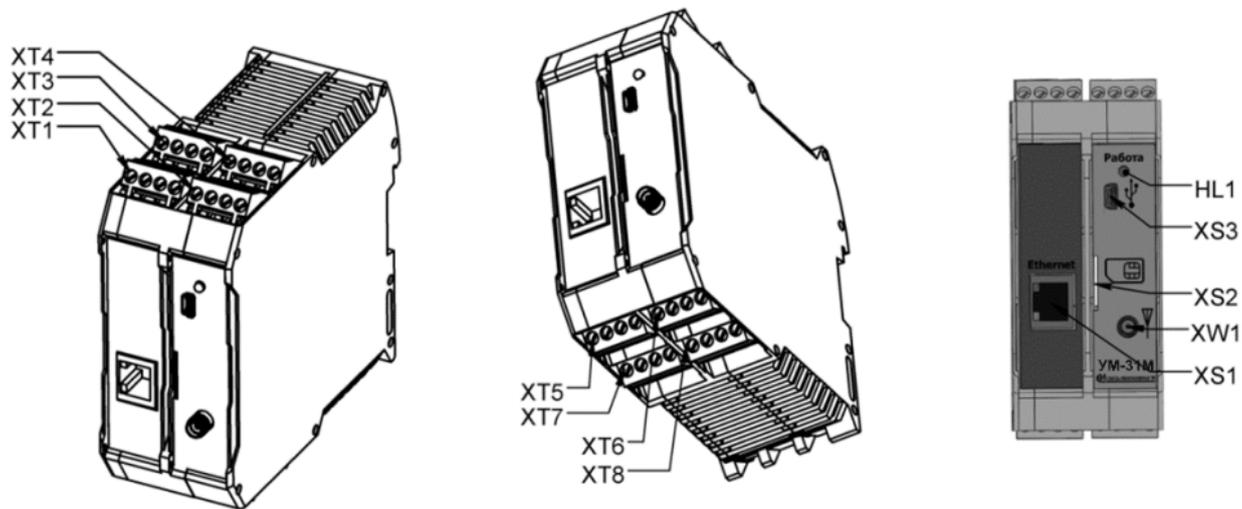

Рисунок 2. Обозначение клеммников
6.5. Подсоедините устройство к сети переменного тока, в соответствии с обозначением и описанием контактов клеммников (см. Рисунок 2 и Таблицу 2). Подключение к сети переменного тока рекомендуется производить проводом ПВ3 сечением 0,5мм2 или 0,75мм2 через внешний предохранитель или
6.7. Подайте на устройство питание. На передней панели устройства должен мигать светодиод HL1 (см. Рисунок 2), что свидетельствует о готовности устройства к работе.